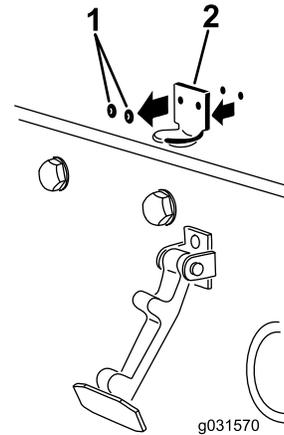

图 6
2. 卸下将机罩门锁支架固定至机罩的 2 个铆钉 (图 6)。